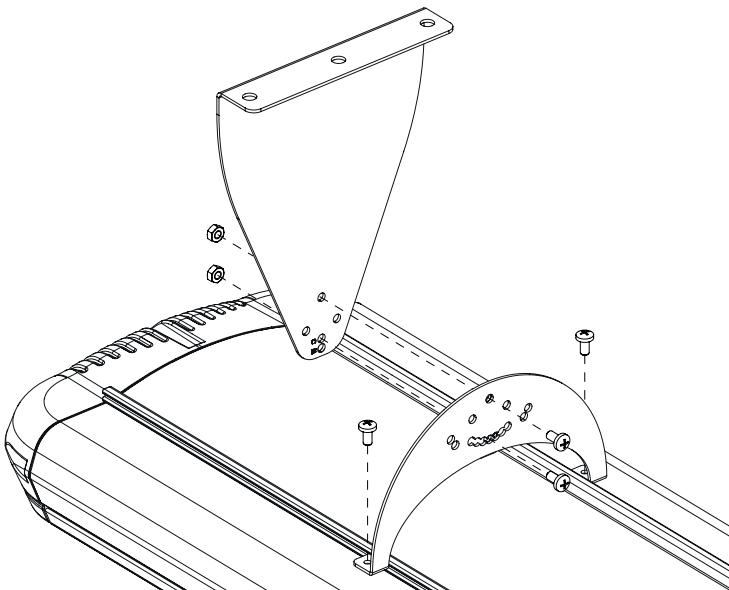

Fig.5
4. Совместите соответствующие отверстия кронштейнов и монтажных скоб и скрепите их вместе с помощью прилагаемых болтов, установив желаемый наклон прибора. Рис.5.